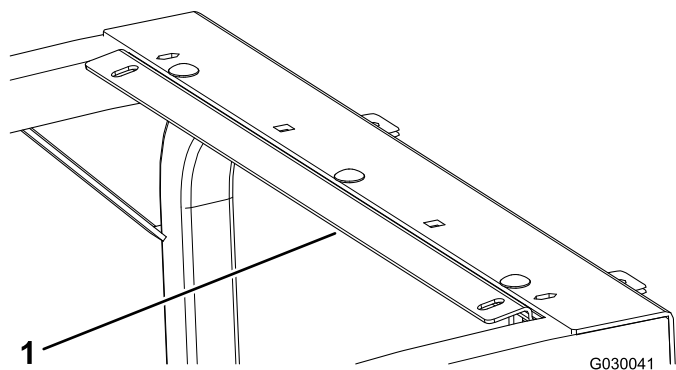

Figura 2
4. Oriente el soporte trasero de modo que los 3 pernos de cuello cuadrado existentes encajen en las 3 ranuras del soporte (Figura 2).